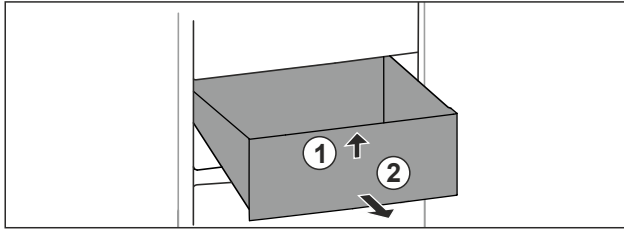

Fig. 30
- ▶ Lade aan de voorkant optillen. Fig. 30 (1)
- ▶ Lade naar voren toe verwijderen. Fig. 30 (2)